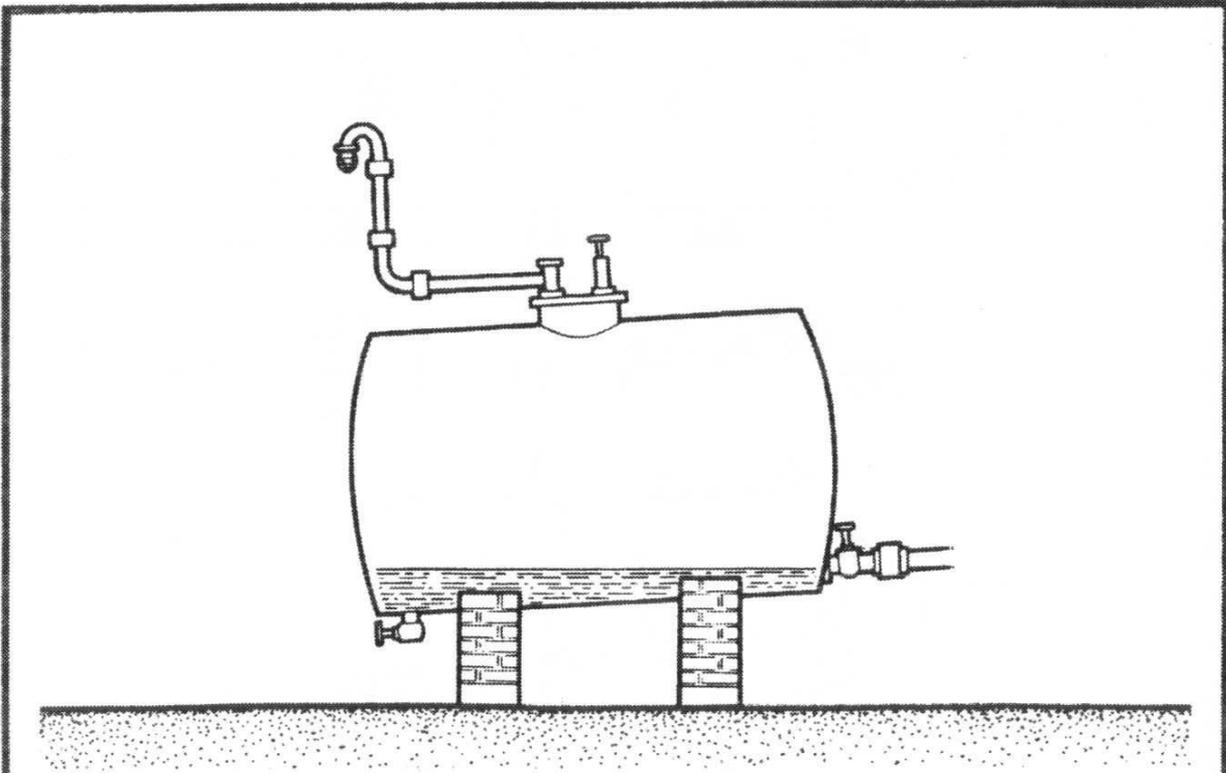

fig 57
- 4 - La cuve doit être abritée et placée sur des berceaux assez hauts, de façon à pouvoir remplir le réservoir de l'engin par gravité. Elle doit comporter également une trappe de visite pour le nettoyage. Le robinet de sortie doit être placé à 75 mm au-dessus du fond ; il devra comporter un filtre amovible avec tamis. La pente en direction du bouchon de vidange devra être de 40 mm par mètre (voir fig. 57).